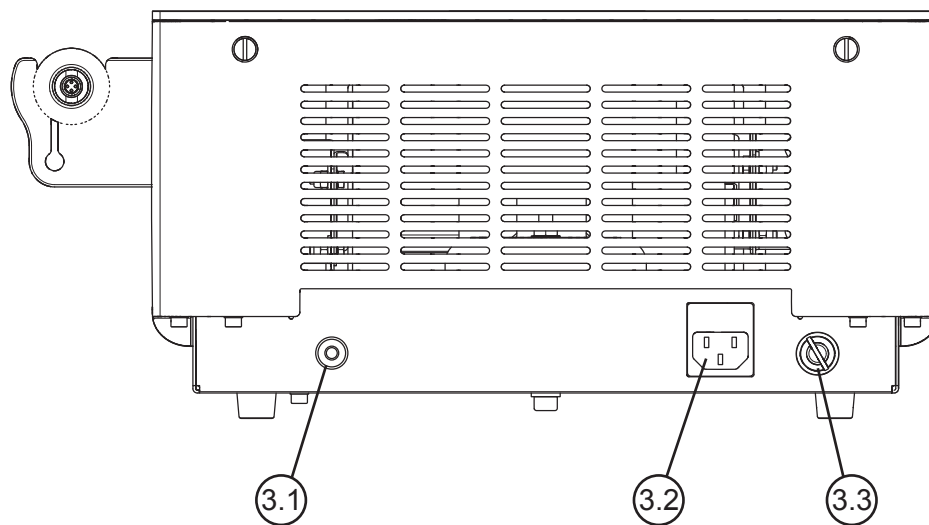

Abbildung 3
2. Stecken Sie den mitgelieferten Zündschlüssel in den Hauptschalter auf der Rückseite des Gerätes (*Abbildung 3*) und belassen Sie ihn in der O-Position. Der Zündschlüssel kann nur in der O-Position abgezogen werden.
4. Stecken Sie den Konnektor für die Fernverriegelung (siehe *Abbildung 10.1*) in die dazugehörige Buchse auf der Rückseite des Gerätes (*Abbildung 3*).
5. Stecken Sie den weiblichen Anschluss des Netzkabels in die Buchse für den Netzanschluss auf der Rückseite des Gerätes (*Abbildung 3*).
Der Konnektor für die Fernverriegelung (*Abbildung 3*) wird verwendet, um die Emission des Laserstrahls im Fall bestimmter Ereignisse außerhalb des Gerätes zu unterbrechen.
1. Schalten Sie das Gerät ein, indem Sie den Zündschlüssel in die I-Position drehen (*Abbildung 3*).
5. Zum Abschalten des Gerätes den Zündschlüssel in die O-Position drehen (*Abbildung 3*).